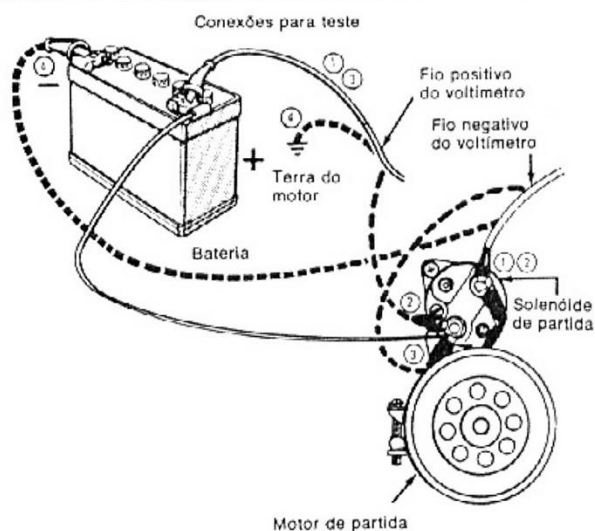

fig. 4 — teste do circuito de partida
Este teste irá determinar se a resistência no circuito do motor de partida é excessiva ou normal. Fazer as ligações de teste como mostra a fig. 4.
1. Com o fio negativo do voltímetro conectado ao terminal do motor de arranque e com o fio positivo ligado ao pólo positivo da bateria (fig. 4, fio 1): 0,5 V_r
2. Com o fio negativo do voltímetro conectado ao terminal de bateria do motor de arranque e o fio positivo conectado ao terminal "BAT" do solenóide (fig. 4, fio 2): 0,3 V.
3. Com o fio negativo do voltímetro conectado ao terminal "BAT" do solenóide e o fio positivo ligado ao pólo positivo da bateria (fig. 4, fio 3): 0,2 V.
4. Com o fio negativo do voltímetro ligado ao pólo negativo da bateria e o fio positivo conectado à massa do motor (fig. 4, fio 4): 0,1 V.